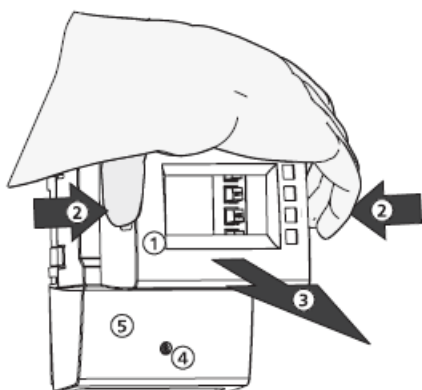

Figure 1 : retrait du panneau avant
1. Desserrez la vis ④ (Figure 1).
2. Retirez le couvercle ⑤.